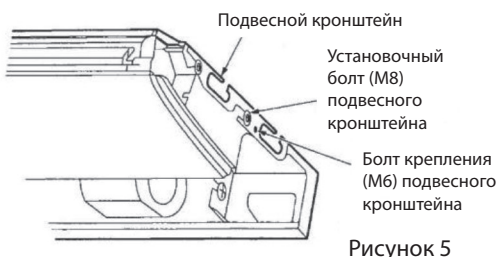

Рисунок 5
- Ослабьте два установочных болта (M8) подвесного кронштейна с каждой стороны менее чем на 10 мм. Снимите два болта крепления подвесного кронштейна (M6) с задней стороны. Снимите подвесной кронштейн, потянув его назад (см. рис. 5).
6. Плотно затяните оба установочных болта подвесного кронштейна подвески (M8). (см. рис.5)
7. Плотно затяните оба болта крепления подвесного кронштейна (M6), чтобы предотвратить смещение внутреннего блока. (см. рис.5)